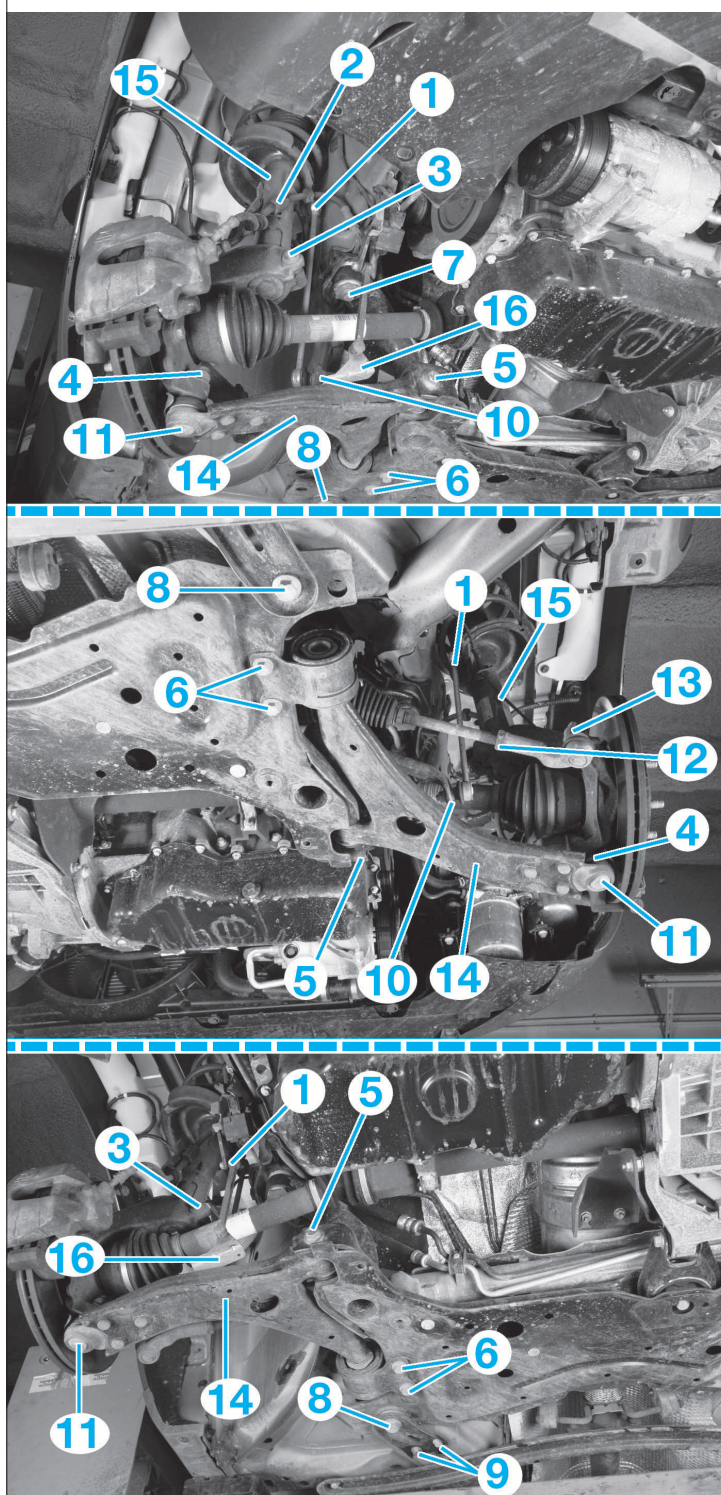

FIG. 3
- l'écrou (1) de rotule supérieure de biellette de barre stabilisatrice (Fig.3).
- le support capteur avant de réglage de hauteur des phares (selon version) (16) (Fig.3).
- le boulon de bridage (4) de la rotule de pivot (11) puis désaccoupler celle-ci du pivot en abaissant le bras de suspension. Récupérer le protecteur de rotule.
- le support du capteur avant de réglage de hauteur des phares du bras inférieur droit et le mettre de côté (16) (Fig.3) (si équipé).
- Déposer (Fig.3) :
- l'écrou de la rotule de direction (13).
- l'écrou de la rotule inférieure de la barre stabilisatrice (10).
- l'écrou de la rotule inférieure de triangle (4).
- Déposer les vis (7), (8) et (9) (Fig.3) de fixation du berceau.